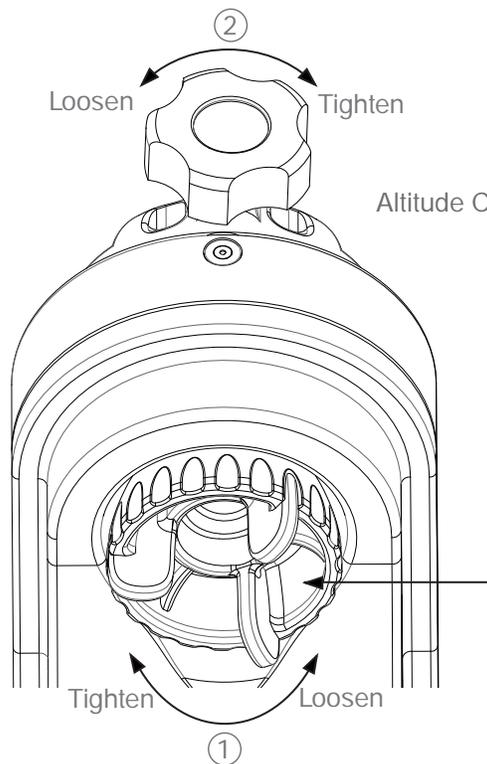

Fig. 1.3a
1. Lösen Sie das Höhenkupplungsrad und drehen Sie den Sattel, bis die Schwalbenschwanznut waagrecht ist, dann ziehen Sie das Höhenkupplungsrad wieder fest (Abb. 1.3a).